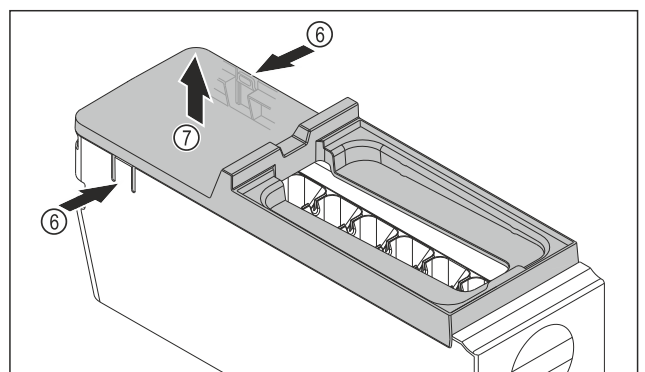

Fig. 80
- Odstráňte kryt korpusu EasyTwist-Ice: strmene Fig. 80 (6) na oboch stranách korpusu EasyTwist-Ice zatlačte rukou.
- Kryt Fig. 80 (7) odoberte druhou rukou smerom nahor.